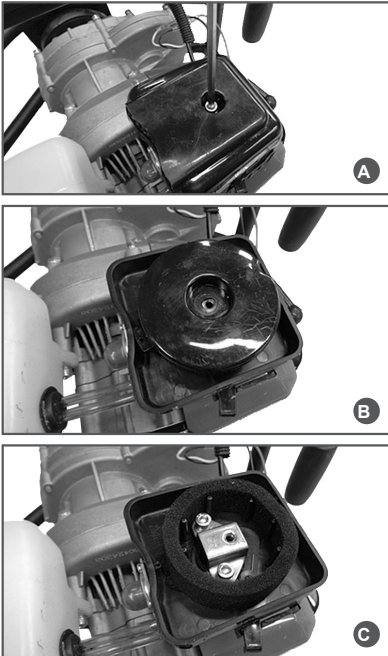

Рис. 11. Обслуживание воздушного фильтра
Загрязнение воздушного фильтра может препятствовать поступлению воздуха для образования топливной смеси. Для предотвращения неисправностей двигателя надо осуществлять регулярное обслуживание воздушного фильтра (Рис.11). При работе в условиях повышенной запыленности необходимо чаще обслуживать воздушный фильтр.
1. Открутите винт и снимите крышку воздушного фильтра (Рис. 11А).
2. Снимите внутреннюю крышку фильтра (Рис. 11В.).
3. Извлеките воздушный фильтр из корпуса (Рис. 11С.) и проверьте его на отсутствие повреждений.